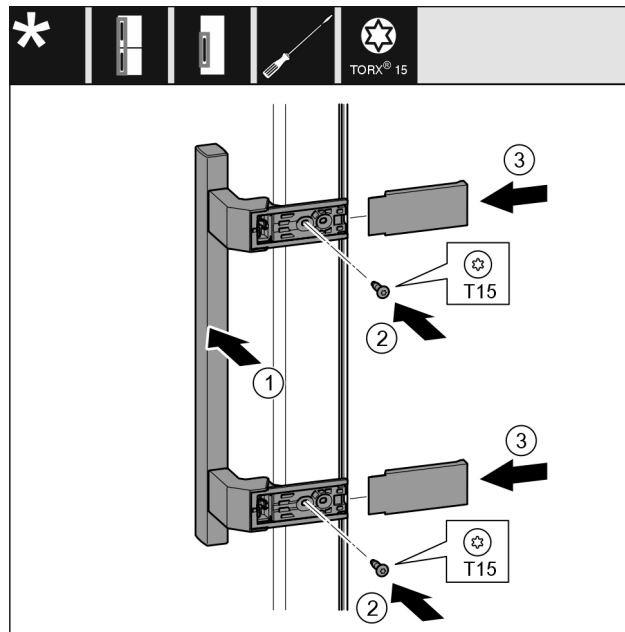

Fig. 26
- ▶ Установите ручку Fig. 26 (1) на противоположной стороне.
- ▶ Затяните винты Fig. 26 (2) отверткой.
- ▶ Установите крышки Fig. 26 (3) сбоку и надвиньте их.